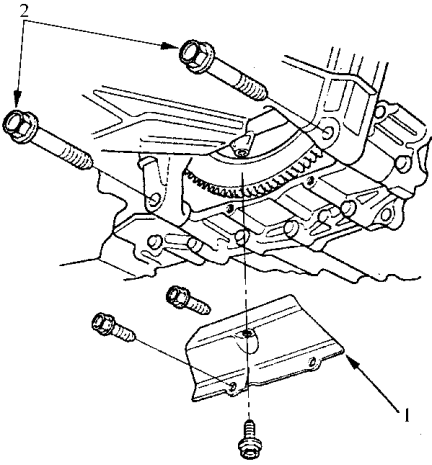

图 2-26 拆卸离合器盖/液力变矩器盖
- 4) 如图 2-26 所示，拆卸离合器盖/液力变矩器盖，然后拆除紧固变速器的 2 个螺栓。